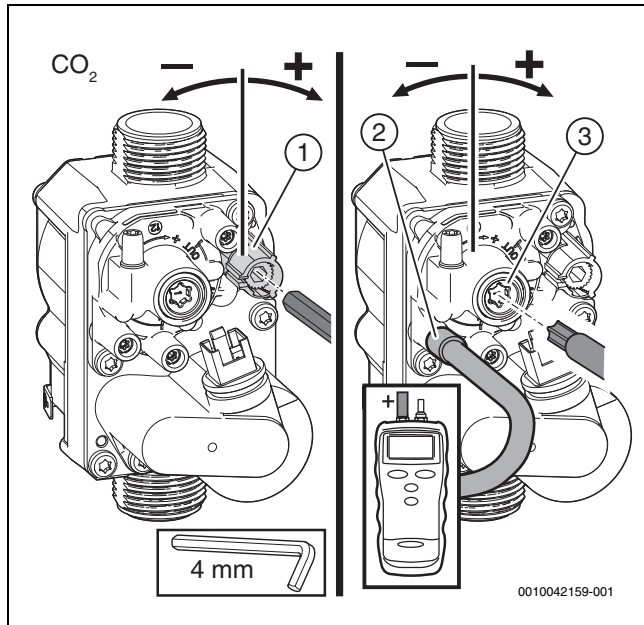

Bild 47 Einstellen der Gasarmatur
- ▶ Plombe an der Einstellschraube der Gasarmatur entfernen (nur Gasarmatur unten in Bild 47) und CO2- oder O2-Gehalt für minimale Nennwärmeleistung einstellen.